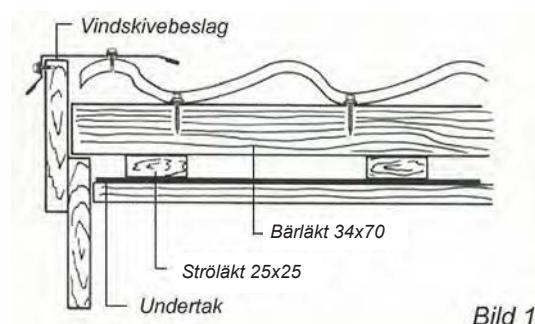

Bild 1
- Före montering kontrollera att taket är vinkelrätt. Mindre differenser runt 20-30 mm kan döljas med vindskebeslag. (Se bild 1)